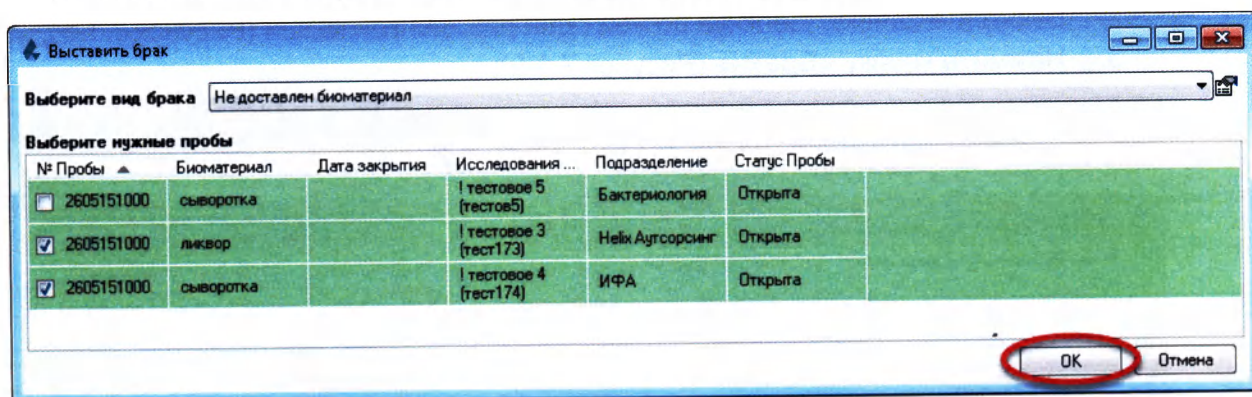

Рисунок 7.4
6. Нажмите клавишу **Enter** или кнопку **«Ок»**(Рисунок 7.4):